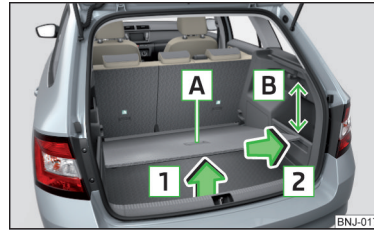

Abb. 116 Variablen Ladeboden herausnehmen
- › Den variablen Ladeboden am Griff **A** in Pfeilrichtung **1** anheben, sodass sich dessen hinterer Bereich etwa 15 cm **B** unterhalb der Kante der aufrollbaren Abdeckung befindet » **Abb. 116**.
- › Den variablen Ladeboden am Griff **A** » **Abb. 116** fassen.
Beim Herausnehmen/Einsetzen des variablen Ladebodens ist der Abstand von 15 cm **B** » Abb. 116 unterhalb der Kante der aufrollbaren Abdeckung einzuhalten - anderenfalls besteht die Gefahr einer Beschädigung der Gepäckraumklappendichtung.